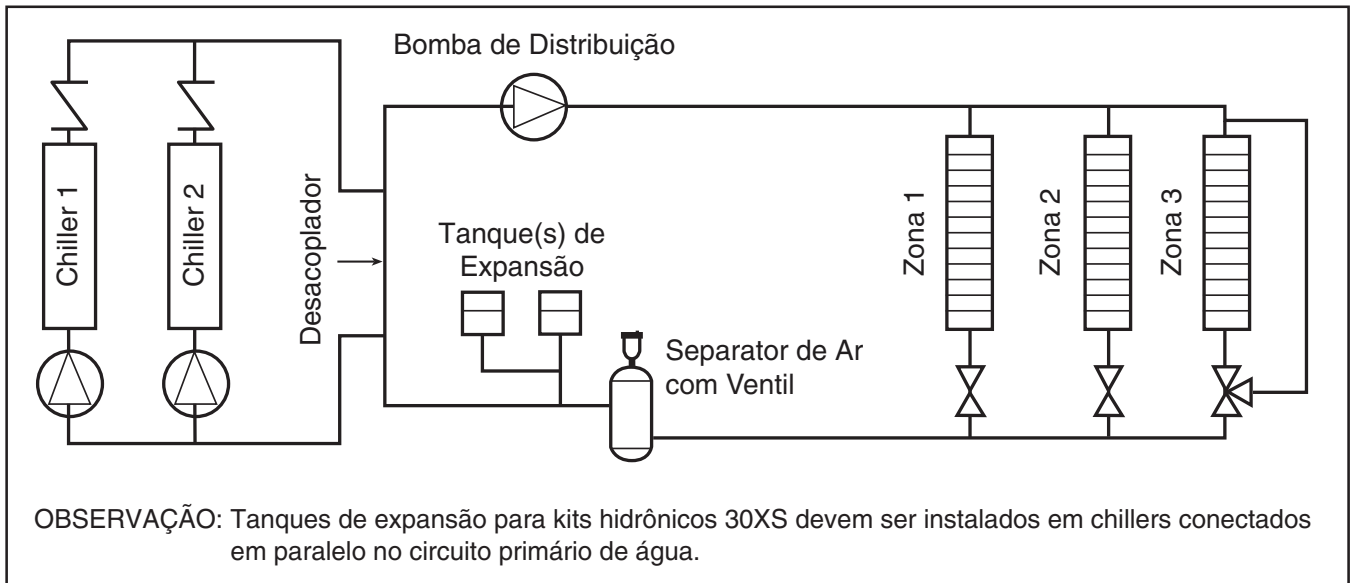

Figura 13 - Separador de Ar Típico e Localização do Tanque de Expansão nos Sistemas Secundário-Primário
2. Instale um separador de ar no circuito da água, no local onde a água está em temperaturas mais altas e pressões mais baixas - geralmente na tubulação de retorno da água do chiller. No sistema secundário-primário, a água de temperatura mais alta está geralmente no circuito secundário, perto do desacoplador. A preferência deve ser dada para esse ponto do sistema (veja a Figura 13). Nos separadores de ar centrífugos ou em linha já estão disponíveis no campo.
Onde dois ou mais chillers 30XS com kit hidrônico são instalados em paralelo, não deve haver mais do que um tanque de expansão no sistema, a menos que interligados em comum como visto na Figura 13. É permitido instalar o(s) tanque(s) de expansão em uma parte da linha da água de retorno que é comum para todas as bombas, de modo que o tanque seja dimensionado de forma adequada para o volume do sistema combinado.
Se a aplicação envolve dois ou mais chillers em um sistema secundário-primário, um lugar comum para montar o tanque de expansão é na linha de retorno da água gelada, somente antes do desacoplador. Veja a Figura 13 para colocação do tanque de expansão em sistemas secundário primário.